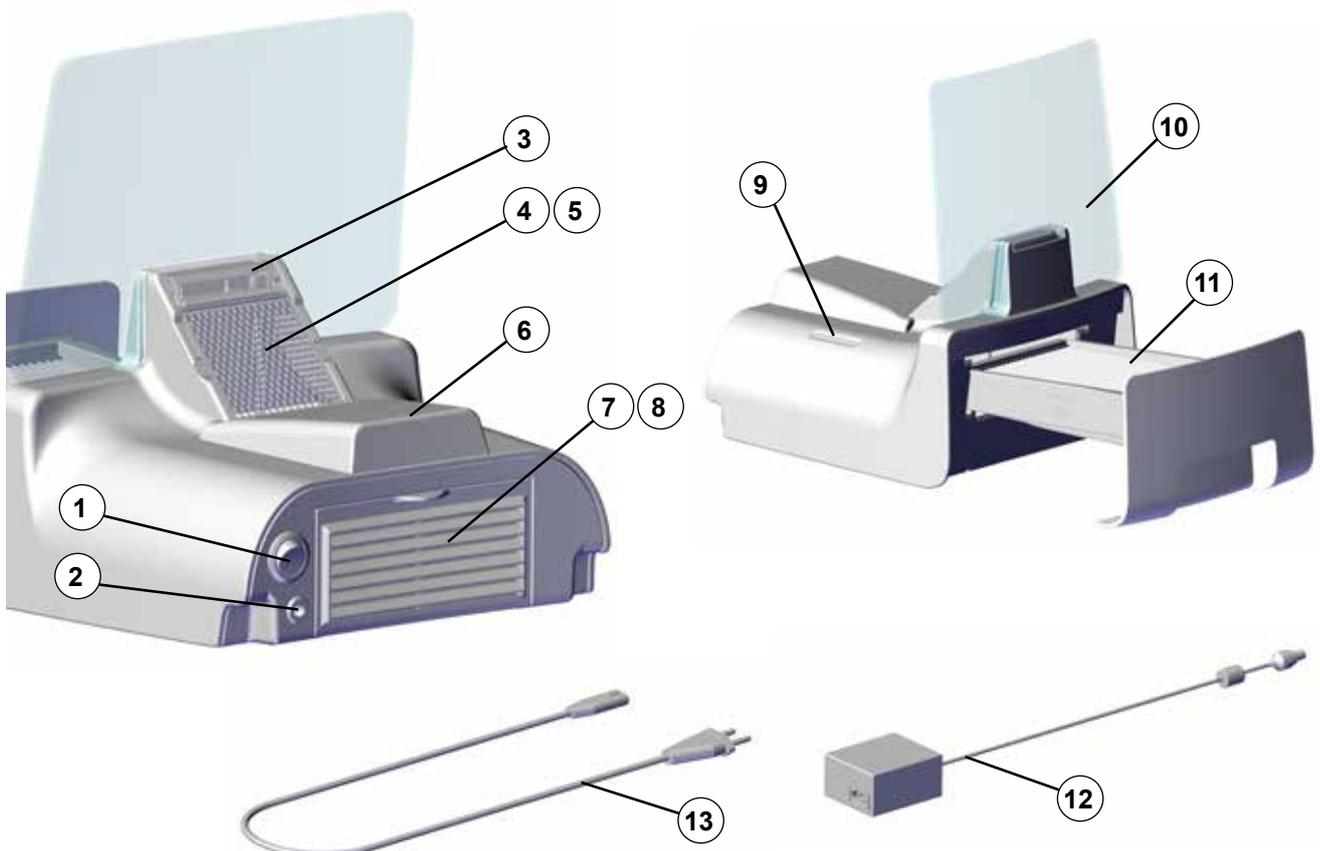

Fig. 1
- ⇒ Desligue o equipamento no interruptor Lig/Desl (1, Fig. 1).
⇒ Conectar o cabo de rede (13, Fig. 1) no carregador (12, Fig. 1).
O equipamento é ligado e desligado por meio do botão Lig/Desl (1, Fig. 1).